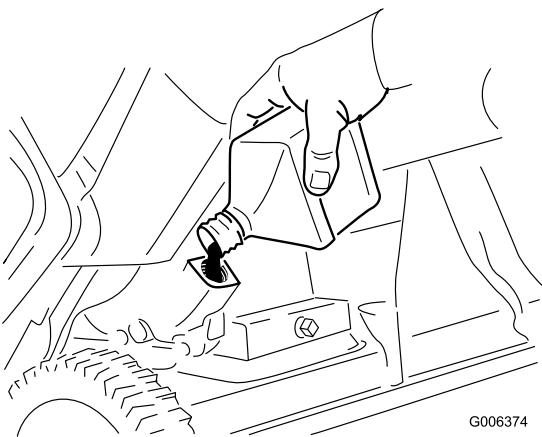

Figure 33
- 8. La machine étant en position d'utilisation, versez **lentement** de l'huile dans l'orifice de remplissage jusqu'au niveau de trop-plein (Figure 33).